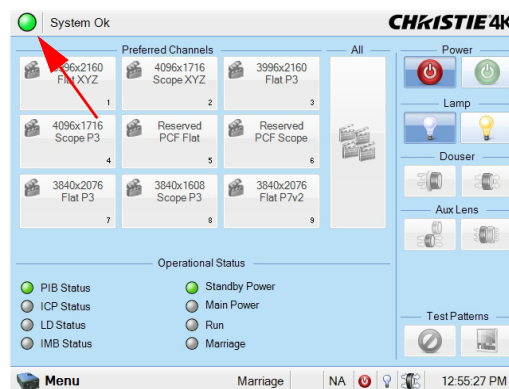

Рис. 5-3 Индикатор сенсорной панели управления
2. Проверьте наличие блокировок. В **главном** окне ТРС щелкните на индикаторе в верхнем левом углу для перехода в окно **Состояние** (Рис. 5-3). Кроме того, можно нажать кнопку **Меню** и выбрать значение **Состояние**. В окне **Состояние** выберите **Блокировки**. Если будет показано сообщение об ошибке, для включения лампы необходимо устранить причину блокировки.